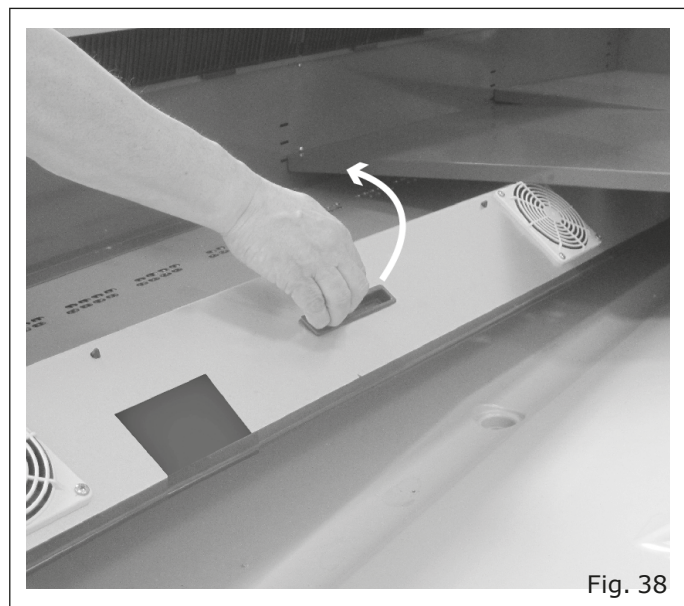

Fig. 38
- Un portaventole ruotabile verso l'alto ("Fig. 38").